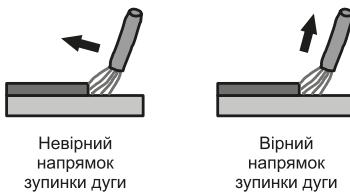

Рисунок 4. Напрямок зупинки дуги під час ручного дугового зварювання («MMA»).
6. Для зупинки процесу зварювання відвести електрод від поверхні деталі на достатню відстань (рис. 4).